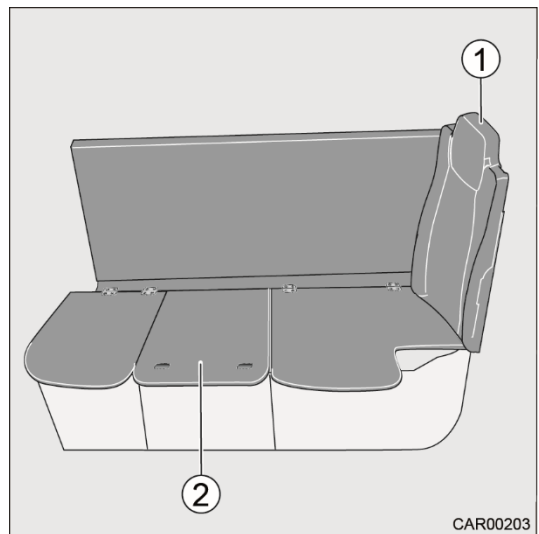

Fig. 32 Transformation du 5e siège
3. Insérer le dossier du siège (Fig. 32/1) dans les guidages.
4. Retirer la plaque de siège (Fig. 32/2) et la ranger.